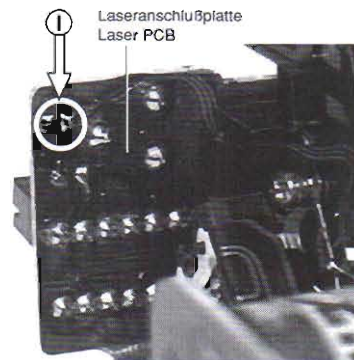

Fig. 12
Die Laserdiode ist gegen statische Aufladung beim Transport kurzgeschlossen. Nach dem Einbau und Anschluß der Lasereinheit muß die Kurzschlußlötstelle **①** (Fig. 12) auf der Laseranschlußplatte aufgelötet werden.
The laser diode is short-circuited for protection against static charges during transportation. After fitting the laser unit the soldered short circuit **①** (Fig. 12) on the laser connection board must be opened.